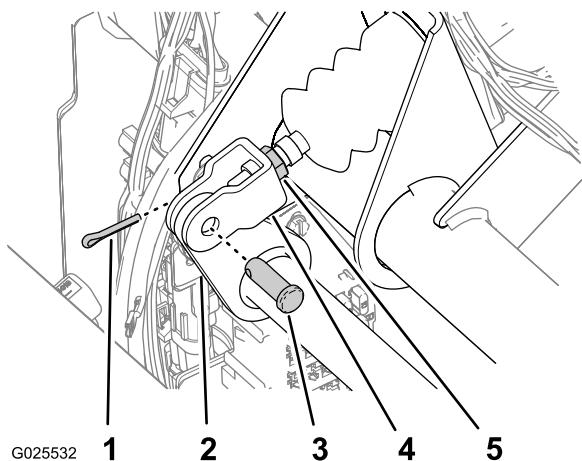

Рисунок 76
- Снимите шплинт и шплинтуемый штифт, которые крепят вилку главного тормозного цилиндра к оси педали тормоза (Рисунок 76).
- 4. Ослабьте контргайку крепления вилки к валу главного тормозного гидроцилиндра (Рисунок 76).
- 5. Отрегулируйте вилку так, чтобы отверстия в ней совпали с отверстием в оси педали тормоза (Рисунок 76).
- 6. Прикрепите вилку к оси педали тормоза с помощью шплинтуемого штифта и шплинта (Рисунок 76).
- 7. Затяните контргайку крепления вилки к валу главного тормозного гидроцилиндра (Рисунок 76).